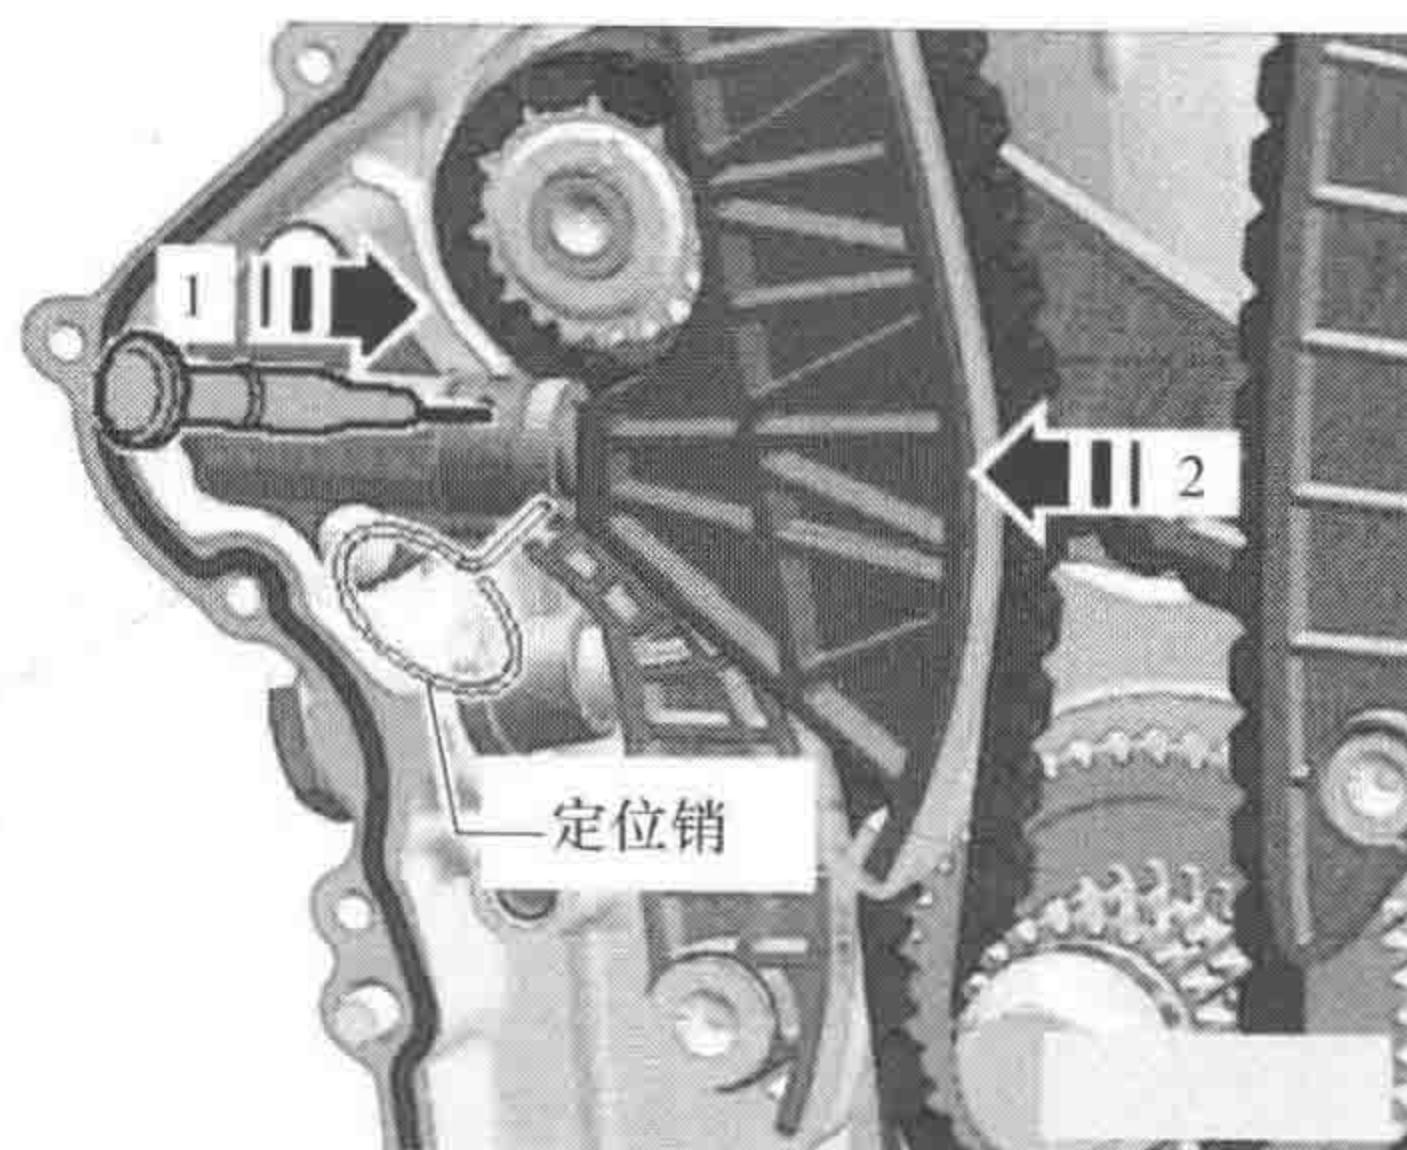

图 1-1-6
(7) 沿图 1-1-6 所示箭头方向用划线针或合适的螺钉旋具 1 插入链条张紧器的孔中，以抬高正时链条张紧器的锁定杆。沿箭头方向 2 压入正时链张紧轨并用定位销固定住。
(14) 拆除图 1-1-6 所示的张紧器定位销。
(15) 再次拧紧轴承盖的安装螺栓。
(16) 安装凸轮轴控制阀。
(17) 其余的组装工作（如机油泵驱动链条的安装）以与拆卸相反的顺序进行。